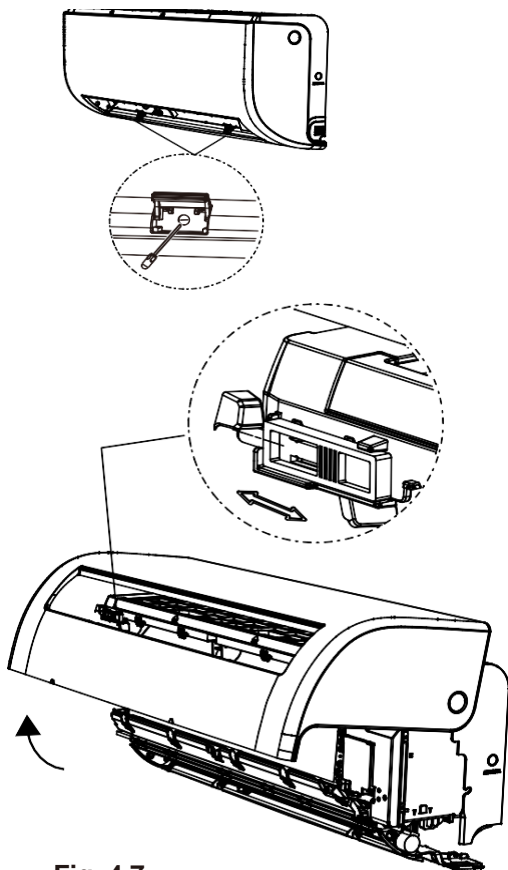

Fig. 4.7
2. Desenrosque os parafusos mostrados na figura seguinte, abra o painel e fixe a posição do painel com o trinco (consulte a Fig 4.7).